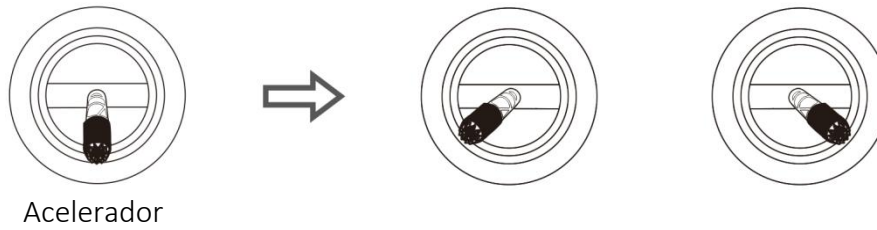

Figura 2-6 - Tierra y Cerradura
Paso 2: Después de que el dron aterrice, coloca la palanca del acelerador en la posición hacia abajo, y luego realiza la acción de bloqueo como se muestra en la Figura 2-6.